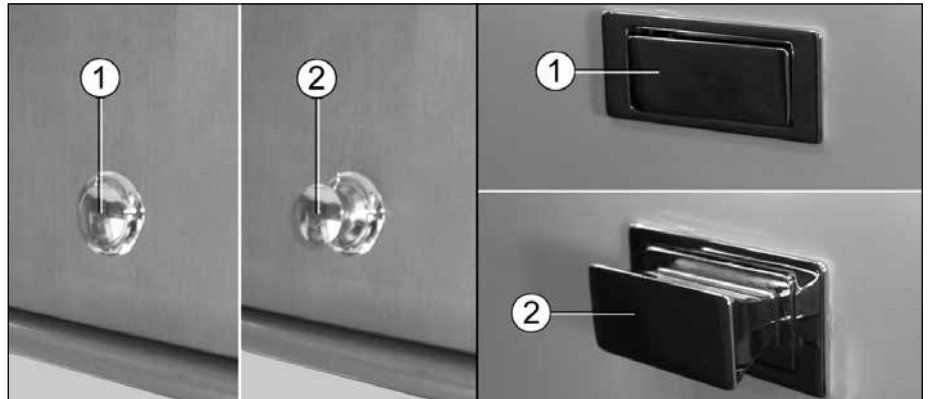

Fig. 34 Fermeture push-lock fermée/ouverte
- Ouvrir (Fig. 34, pos. 2) et fermer (Fig. 34, pos. 1) la fermeture push-lock en appuyant sur le bouton.